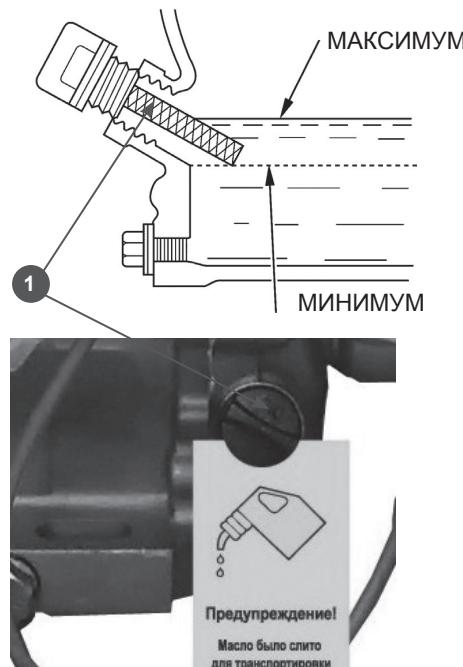

Рис.6
- Извлеките щуп (1) Рис.6 и протрите его чистой тряпкой. Установите его, не закручивая, в маслозаливную горловину.